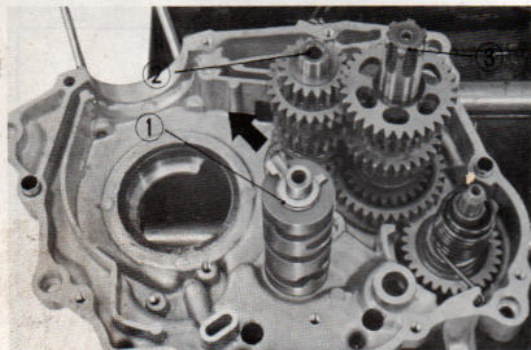

Fig. 93 Positionnement du barillet
3) Joindre les arbres primaire et secondaire dans la main puis reposer cet ensemble dans le carter. (Fig. 93)